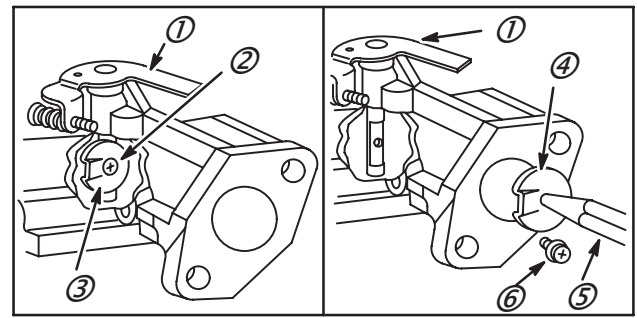
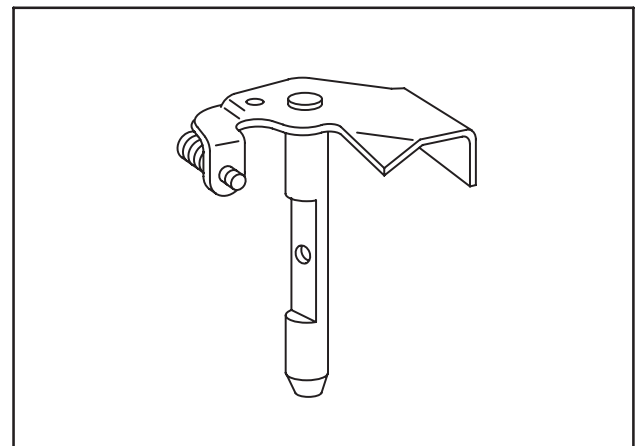

Fig. 63
Fig. 64
1. Déposer la vis du papillon (2) et le papillon (3), Fig. 63. Illustration de l'axe et du levier du papillon, Fig. 64.
2. Le papillon déposé, ôter l'axe (1) et le pare-pousières, Fig. 63.
3. Démontez le pointeau (4) en déposant la vis à empreinte Phillips (6), puis utiliser un crayon (5) ou outil similaire pour soulever le pointeau.